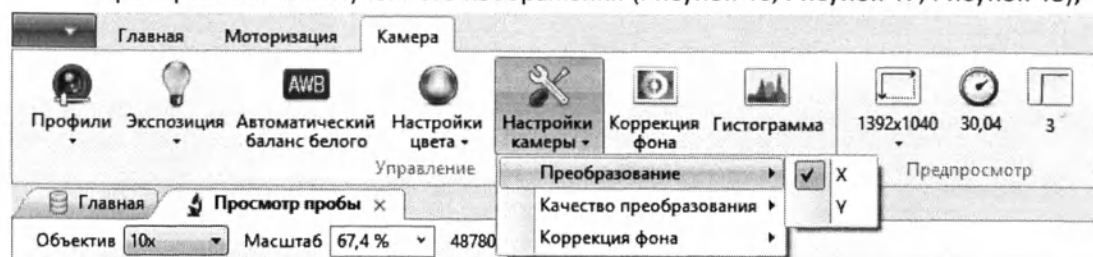
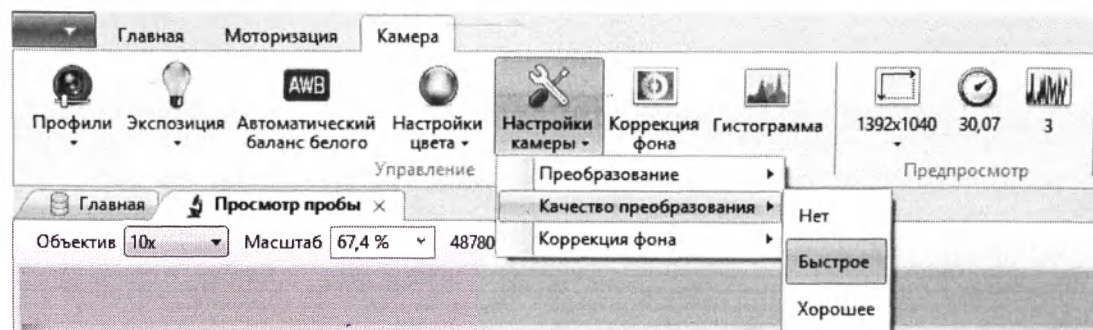
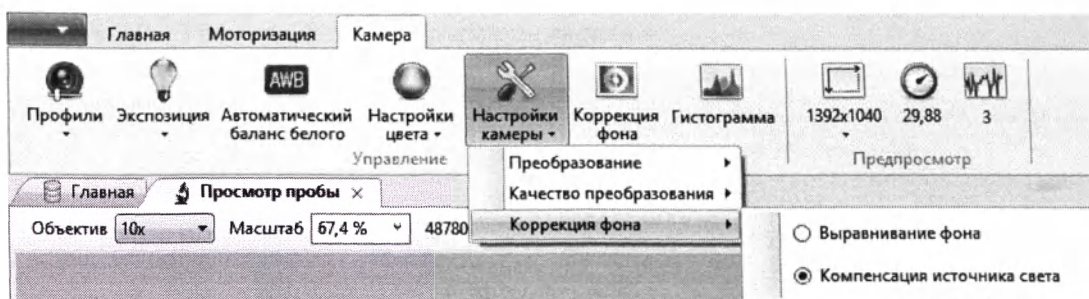

Рисунок 46 - Настройки камеры: преобразование изображения с камеры по осям X и Y
Рисунок 47 - Настройки камеры: выбор качества преобразования изображения
Рисунок 48 - Настройки камеры: выбор типа коррекции фона
- «Настройки камеры» — выпадающий список с настройками камеры и преобразования полученного изображения (Рисунок 46, Рисунок 47, Рисунок 48);